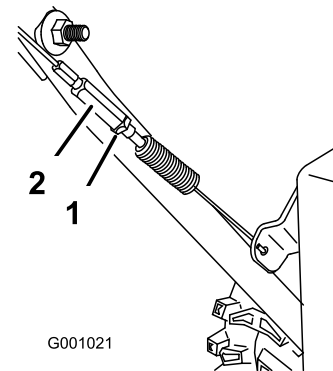

Figura 12
3. Aperte a porca de bloqueio (Figura 12).